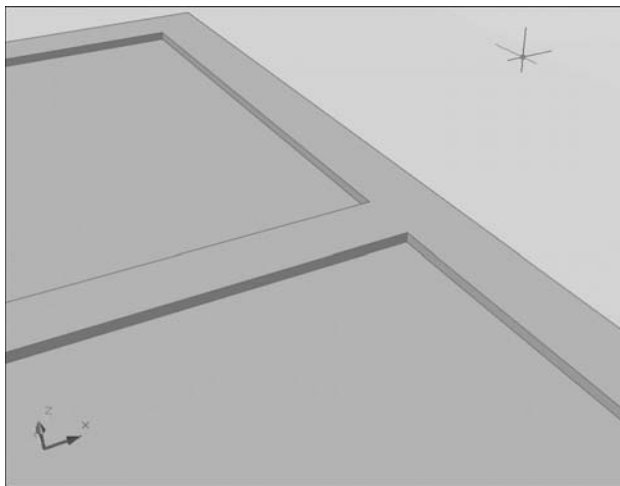

Fig.18.16
- 16 Appuyez sur Entrée et sélectionnez les quatre volumes intérieurs. La feuille de porte est à présent terminée (fig.18.16).